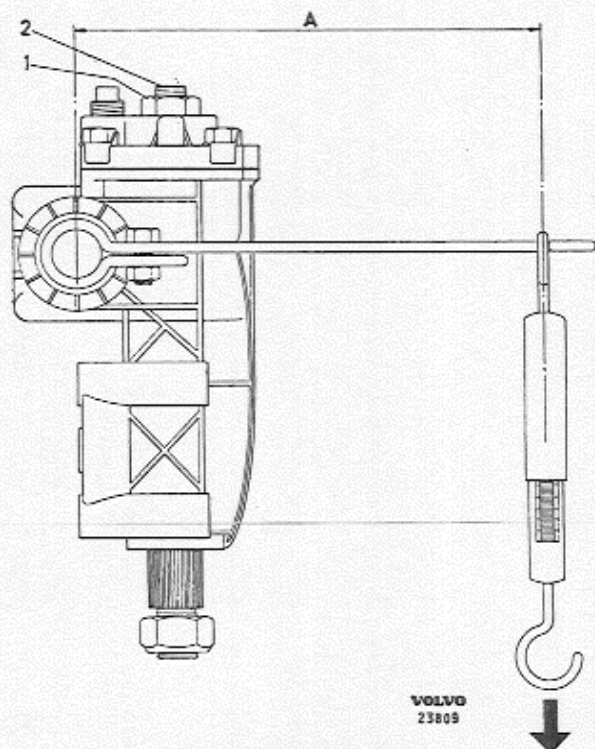

Fig. 6-47. Controle wrijving worm en rol
16. Stel de spanning af zoals Fig. 6-47 laat zien. De veerunster moet een aflezing geven van 0,4—0,7 kg (0,88—1,54 lb.) wanneer de middenstand wordt gepasseerd. Hierbij moet de worm vertikaal staan.